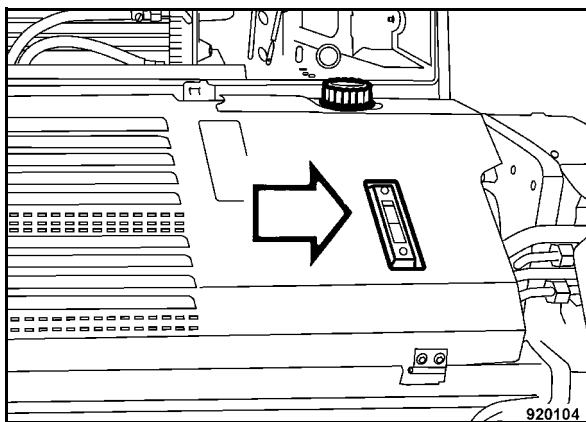

Fig. 125
- Controllare il livello con il tubo di livello dell'olio (Fig. 125).